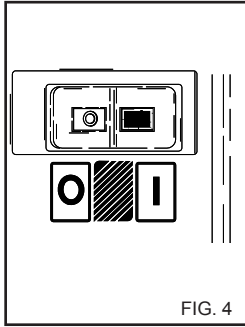

FIG. 4
3) Ligue a máquina de jacto de água a alta pressão rodando o interruptor de ligação para a pos. "I" (fig. 4).
2) Pare a máquina de jacto de água a alta pressão rodando o interruptor de ligação para a pos. "0" (fig. 4).